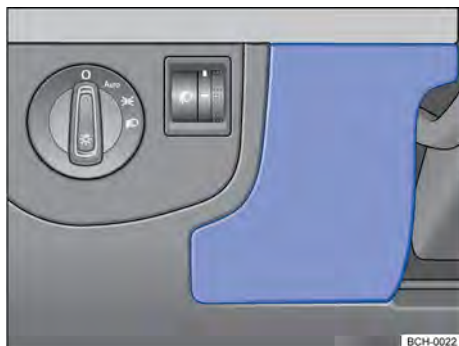

Fig. 177 No lado do condutor do painel de instrumentos: cobertura da caixa de fusíveis.
- Segurar a cobertura da caixa de fusíveis → Fig. 177 e puxar para frente.